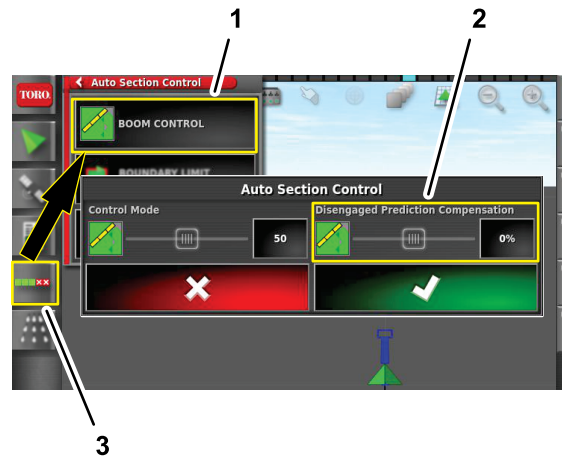

Рисунок 109
1. Нажмите на значок «АВТОМАТИЧЕСКОЕ УПРАВЛЕНИЕ СЕКЦИЯМИ» (Рисунок 109).
2. Нажмите на значок УПРАВЛЕНИЯ СТРЕЛОЙ (Рисунок 109).